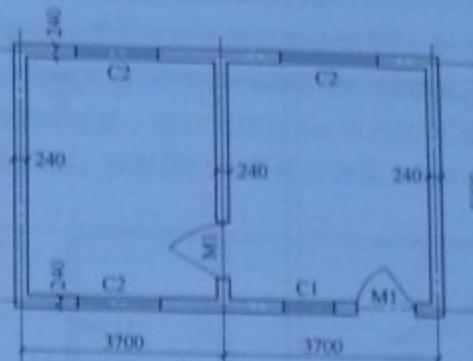

图 1-37 单层建筑平面图
**【例 1-37】** 某单层建筑平面如图 1-37 所示。已知层高 3.5m，内外墙墙厚均为 240mm，所有墙身上均设置圈梁，且圈梁与现浇板顶平，板厚 100mm。门窗尺寸及墙体埋件体积分别见表 1-9、表 1-10。试计算内外墙体工程量。
由图 1-37 可知：